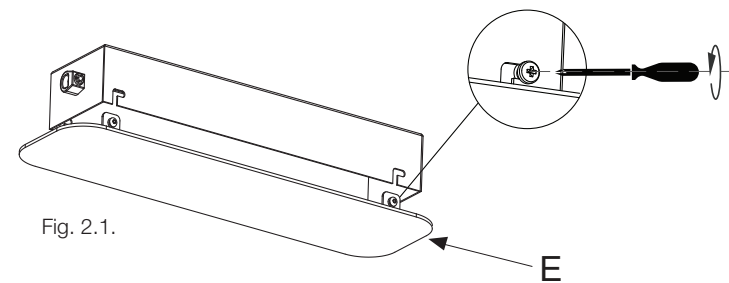

Fig. 2.1.
2.1. Desatornillar los tornillos laterales para abrir la tapa (E) del florón. Fig 2.1.
2.1. Unscrew the side screws to open the cover (E) of the canopy. Fig 2.1.
2.1. Retirez les vis latérales pour ouvrir le couvercle (E) du pavillon (figure 2.1).
2.1. Die seitlichen Schrauben lösen, um die Baldachinabdeckung (E) zu öffnen. Abb. 2.1.